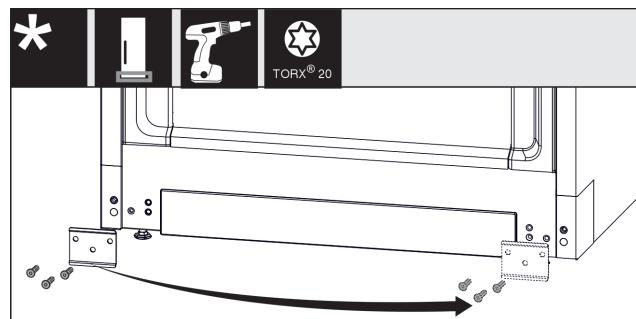

Fig. 16
- ▶ Desatornille la placa *Fig. 16 (1)*, muévala hacia el otro lado y vuelva a atornillarla.